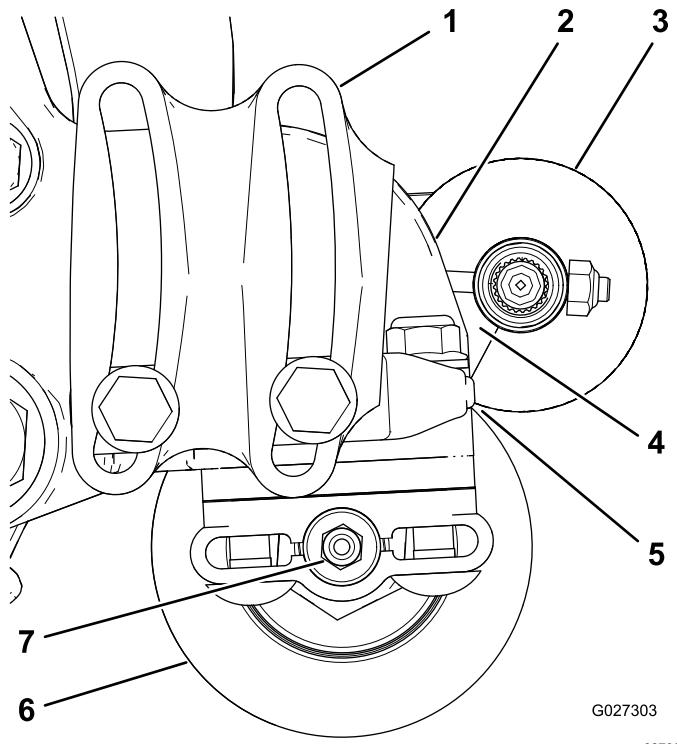

Bild 12
- Positionieren Sie die Rollenbürste so, dass sie die Heckrolle berührt oder aufliegt (Bild 12).